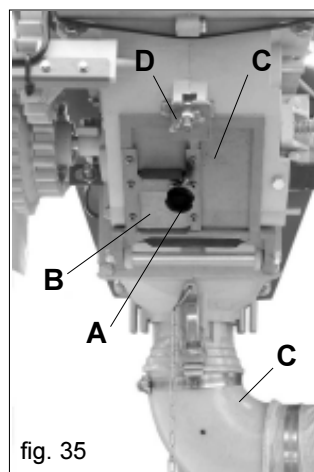
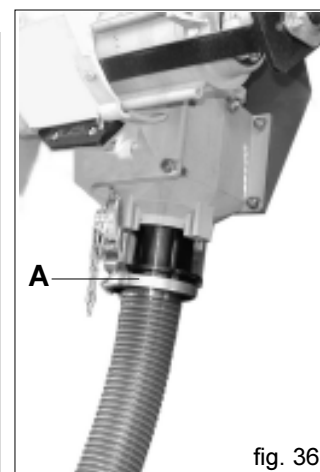

fig. 35
fig. 36
- a) placer un sac ou un bac sous la porte de déchargement de l'appareil doseur. Puis, dévisser la poignée (A Fig. 35) pour décharger le contenu de la trémie par le portillon (B). Enfin, ouvrir la porte de déchargement (C Fig. 35) en dévissant l'écrou à ailettes (D Fig. 35) pour vider le contenu restant à l'intérieur du doseur;
- b) Retirer le coude (C Fig. 35) placé sous le canal de l'injecteur, raccorder à la même place le tube de récolte fourni en dotation (A Fig. 36) et à l'autre extrémité du tube, placer un bac de récolte. Puis, tourner la roue de transmission dans le sens de la marche à l'aide de la manivelle.